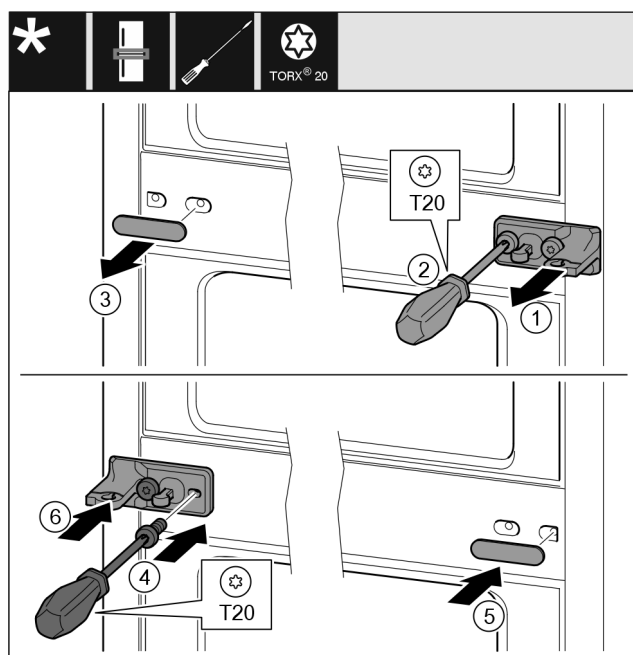

Fig. 38
- Retirer la rondelle Fig. 38 (1).
- Retirer les vis Fig. 38 (2) avec un tournevis.
- Retirer le cache Fig. 38 (3) avec précaution.
- Visser fermement le support de palier avec film Fig. 38 (4) tourné de 180° de l'autre côté.
- Installer le cache Fig. 38 (5) tourné de 180° de l'autre côté.
- Insérer la rondelle Fig. 38 (6).